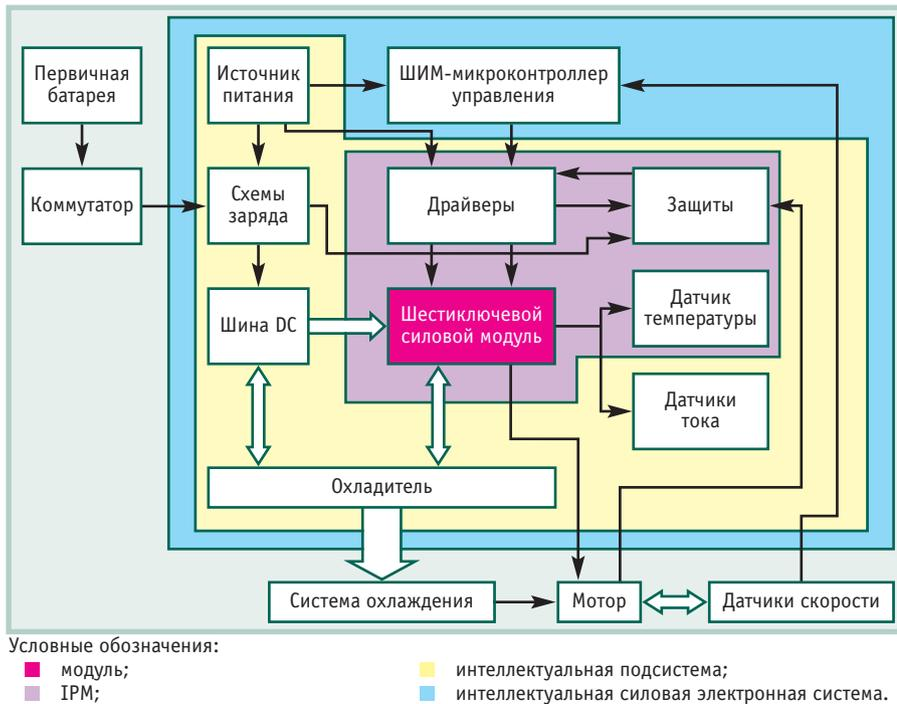

Рис. 4. Уровни гибридной системной интеграции
- На рис. 4 показаны уровни гибридной системной интеграции на примере электропривода автомобиля: